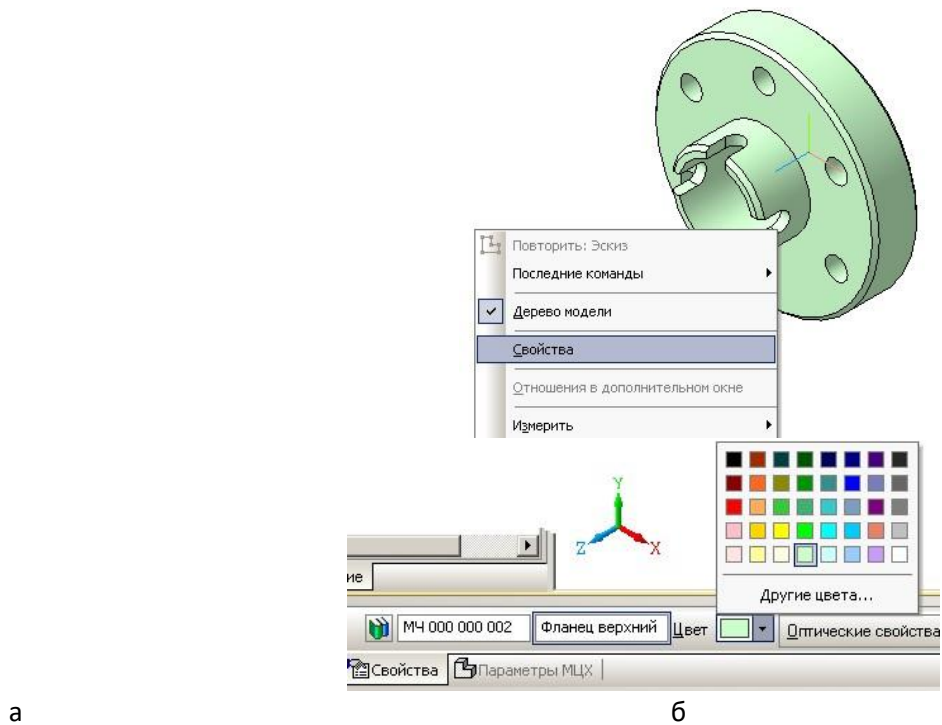
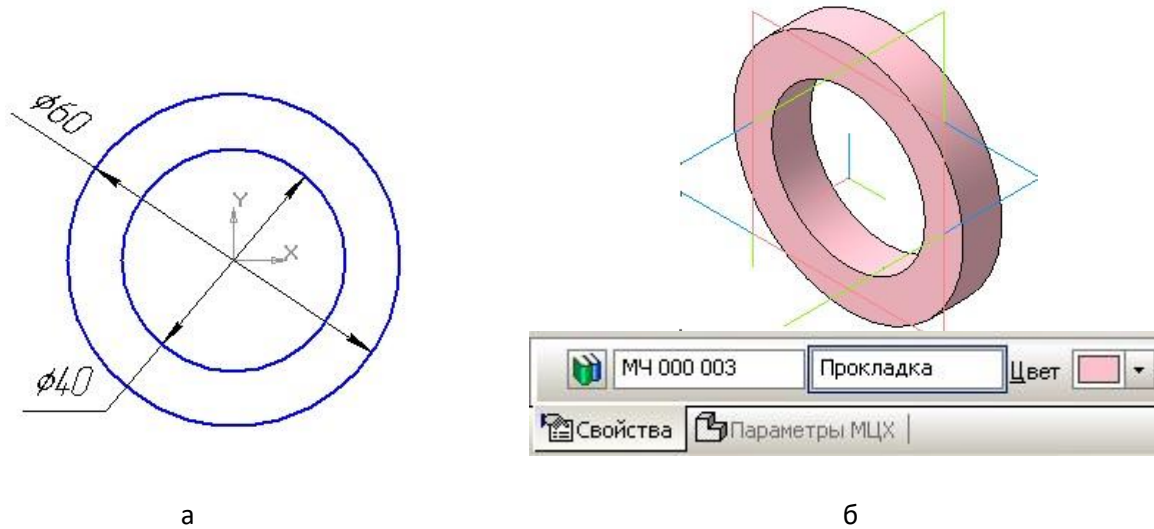
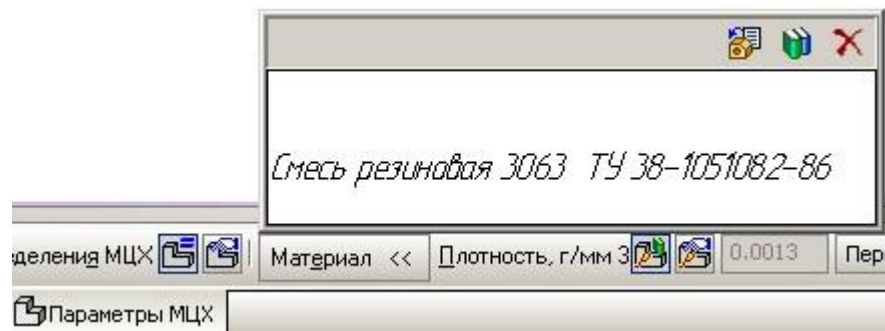

Рисунок 8 – Призначення властивостей моделі
Рисунок 9 – Створення деталі **Прокладка**
Рисунок 10 - Вибір матеріалу прокладки
37. Натисніть кнопку **Новый эскиз**  і зобразіть ескіз відповідно до схеми (рис.8).
40. Виконайте заокруглення та фаски відповідно до рис. 9.
Рис. 8 та Рис. 9
Клацніть правою кнопкою миші на вільному полі. У меню, що випадає, виберіть команду **Свойства** (рисунок 8а). У рядку параметрів призначте колір, матеріал і заповніть назву та позначення (рисунок 8б).
Створіть ескіз прокладки за розмірами пазів у фланцях (рисунок 9а). Видавити на відстань **10 мм**. У рядку параметрів заповніть назву, зміну кольору та матеріалу (рисунок 9б). З бібліотеки матеріалів виберіть **Смесь резиновая** Матеріал для прокладки виберіть у меню, що випадає (рисунок 10).